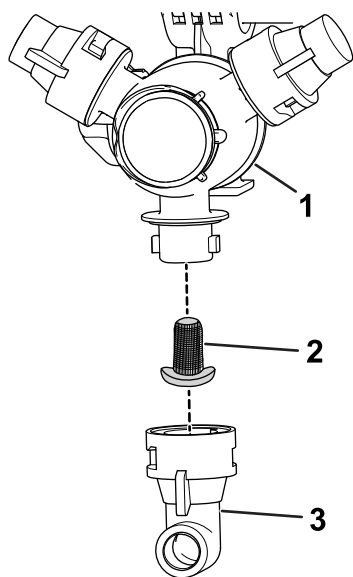

图 62
2. 从喷嘴转动架卸下喷嘴图 62。
3. 拆下旧喷嘴过滤器图 62。
4. 安装新喷嘴过滤器图 62。
5. 将喷嘴安装到喷嘴转动架上图 62。